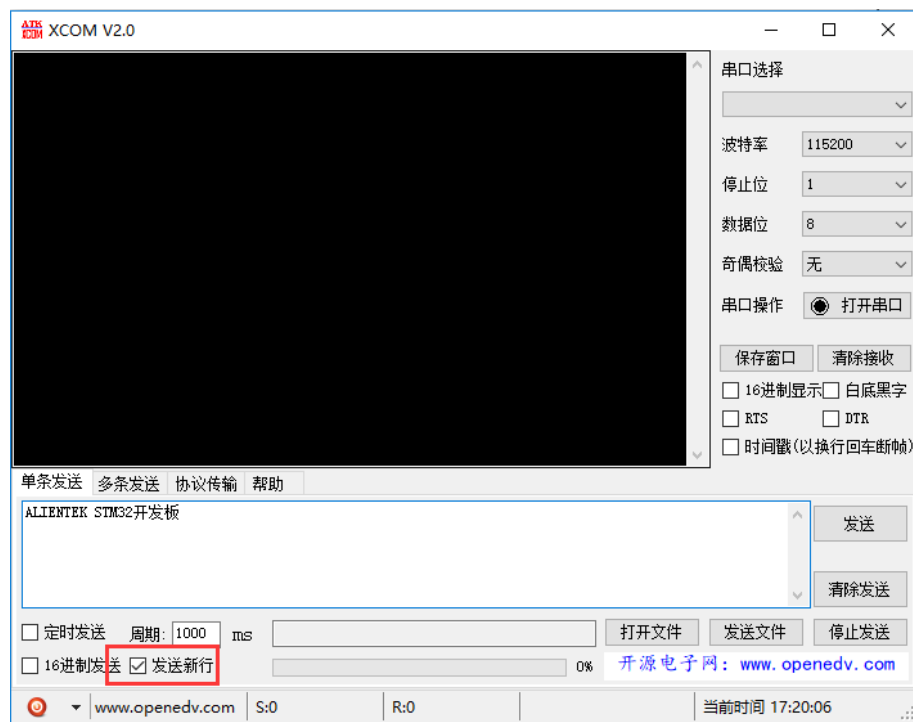

图 Q8.1 勾选发送换行
- 2， 串口助手没有勾选发送换行（或者输入回车符），用 SSCOM 和 XCOM 的朋友，注意，一定要勾选：发送换行！如下图 Q8.1 所示：